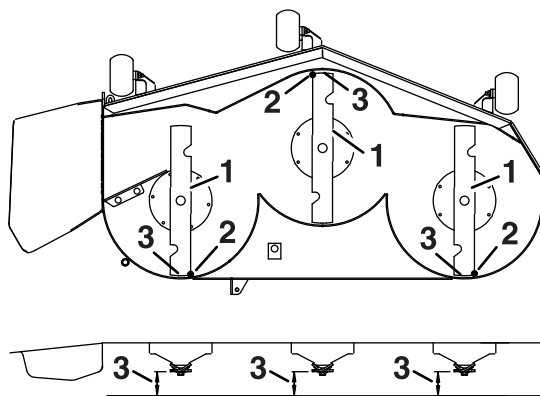

Figure 60
3. Faites pivoter les lames avec précaution pour faire passer les pointes avant à l'arrière (Figure 60).
4. Mesurez la distance entre la pointe de la lame avant et la pointe de la lame arrière par rapport à la surface plane (Figure 60).